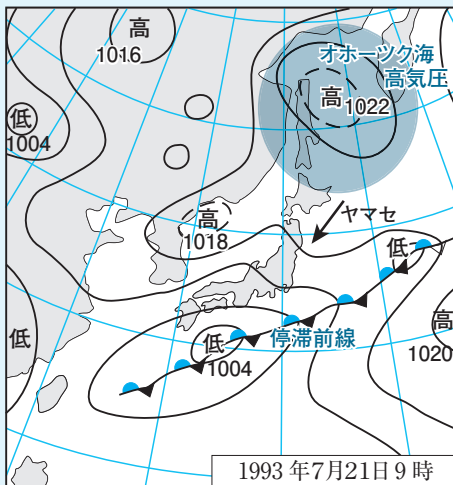

図3 ヤマセ型気圧配置²⁾
- オホーツク海で高気圧が発達し、北日本の太平洋側に冷たく湿った北東気流を送り込むヤマセ型気圧配置になっていた（図3）